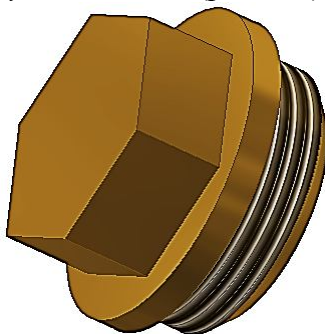

Рис. 7.4. Построение призмы
4. Добавьте шестигранную призму с размером «под ключ» 22 мм и высотой 9 мм. Воспользуйтесь командой «Многоугольник»  (рис. 7.4).